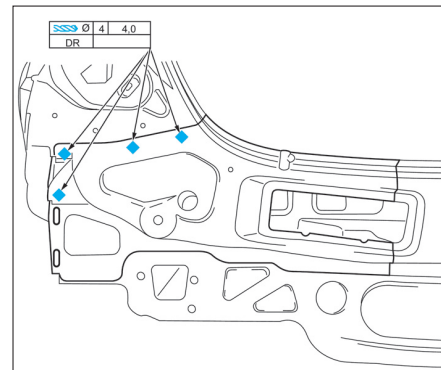

FIG. 50
- Effectuer des trous de 4 mm (Fig.50).
• De chaque côté, effectuer des trous de 4 mm (Fig.50).
• Effectuer des trous de 4 mm sur la jupe arrière (Fig.50).
- De chaque côté, effectuer des trous de 4 mm sur la jupe arrière (Fig.50).